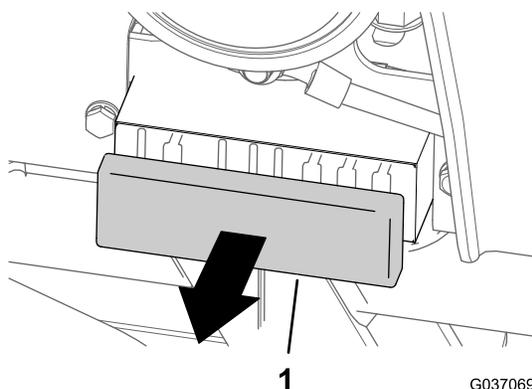

Figure 24
1. Enlevez le couvercle du porte-fusibles (Figure 24).